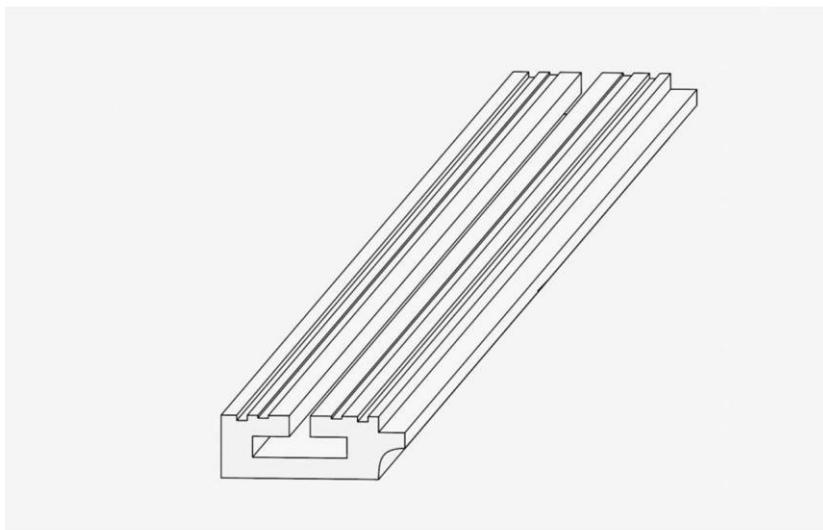

Fig. 4
- fig. 4 przedstawia w widoku perspektywnym listwę sufitową w formie otwartego prostopadłościanu z bocznym występem i rowkami na górnej powierzchni;
W odmianie przedstawionej na fig. 4 listwa sufitowa ma postać wydłużonego prostopadłościanu otwartego od góry z występem na całej długości dłuższego boku. Listwa posiada na górnej powierzchni wzdłużne rowki usytuowane równolegle do dłuższej krawędzi prostopadłościennego profilu.